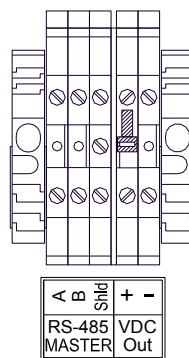

Figure 13 Connexions au port maître N4X RS-485
6. Connectez les détecteurs Modbus™ externes aux raccords RS-485 marqués **RS-485 Master** et « **A** », « **B** » et « **Shld** » (Figure 13).